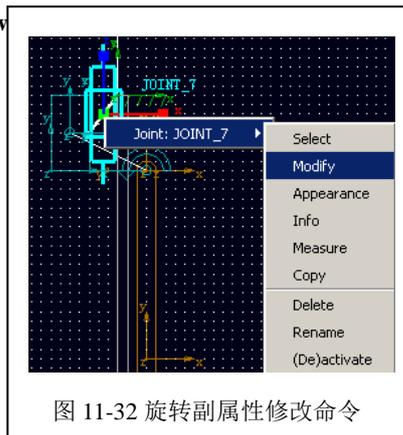

图 11-32 旋转副属性修改命令
11.10 滑块 F 和机架之间的受力分析。在 ADAMS/View 工作窗口中用鼠标右键点击滑块 F 的移动副 JOINT_7，选择 **Modify** 命令，如图 11-32 所示，在弹出的修改